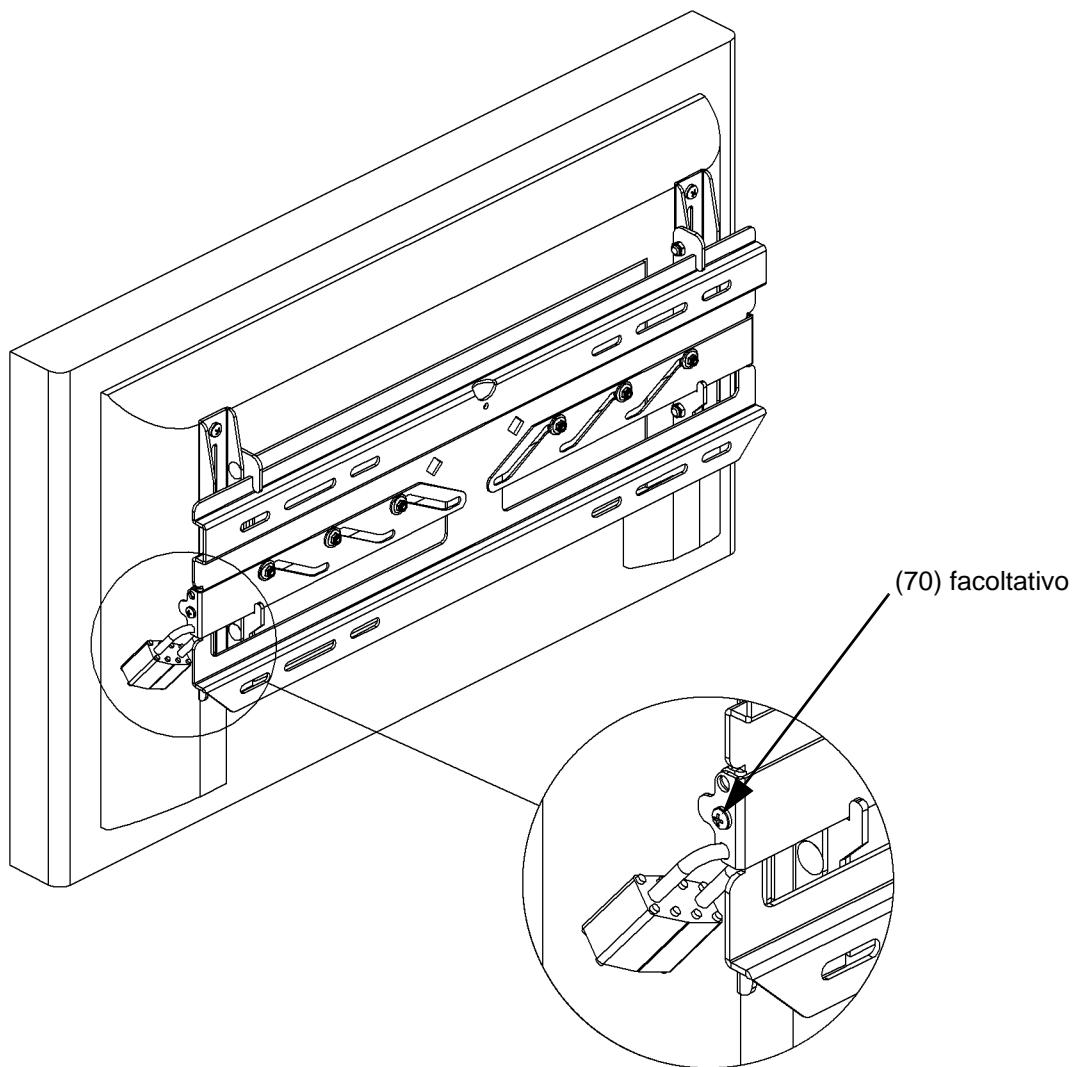

Figura 9. Fissare il display
1. Collegare il display sulla piastra a parete (10) fissando i ganci delle staffe (20 e 30) sulla parte superiore della piastra a parete.
2. Fissare il display facendo scorrere i fermi su ciascun lato verso l'interno (figura 9).